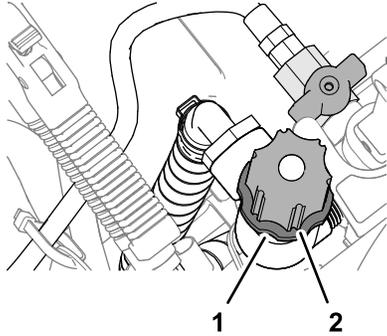

Figure 40
- Tournez le bouton de la vanne d'étranglement dans le sens horaire pour augmenter la pression du système de pulvérisation (Figure 40).
- Tournez le bouton de la vanne d'étranglement dans le sens antihoraire pour réduire la pression du système de pulvérisation (Figure 40).
7. Desserrez le contre-écrou et tournez le bouton de la vanne d'étranglement dans le sens antihoraire (Figure 40).